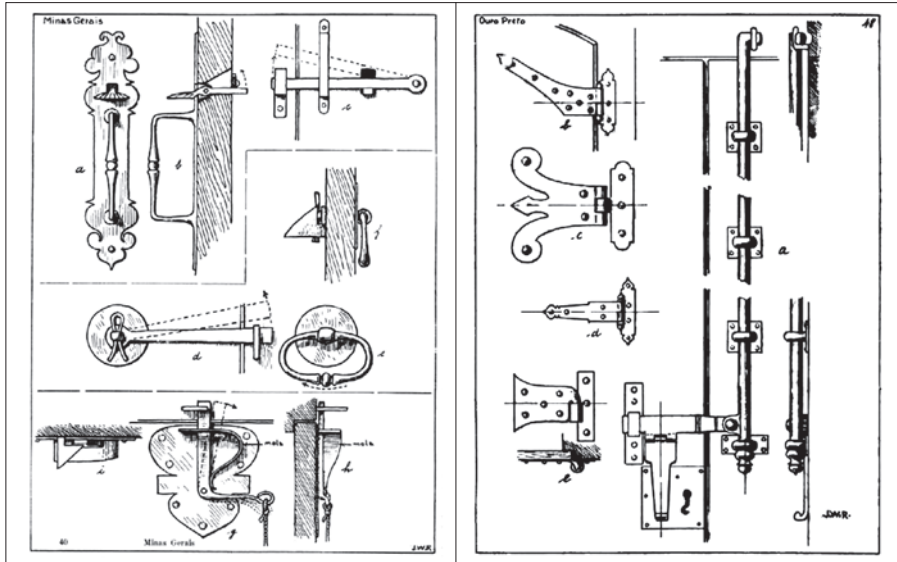

Fig. 4 – Ferragens de esquadrias documentadas por J. W. Rodrigues
- Ferragens de portas, janelas e outras envasaduras (gonzos, aldravas, tranças, ferrolhos, fechaduras, cadeados, cremonas, etc (Fig. 4);